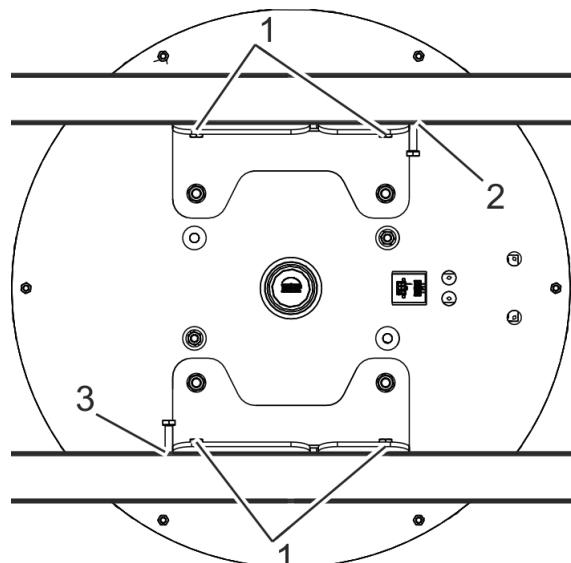

Рис. 60 Фиксация углового кронштейна
- После выравнивания нужно зафиксировать привод (рис. 60) для предотвращения его смещения.
Для этого нужно вставить два ползуна в пазы конструкции потолка рядом с угловыми кронштейнами (рис. 60/1) и зафиксировать их с помощью винтов (рис. 60/2 + 3).
Затянуть крепежный винт привода (рис. 60/1). При этом необходимо контролировать моменты затяжки винтов.